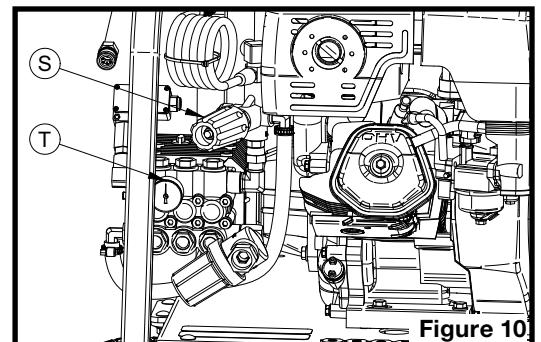

Figure 10
7. La pression peut être ajustée par le régulateur haute pression (S sur la figure 10) jusqu'à 3500 lb/po². La pression est lisible sur le manomètre (T sur la figure 10).